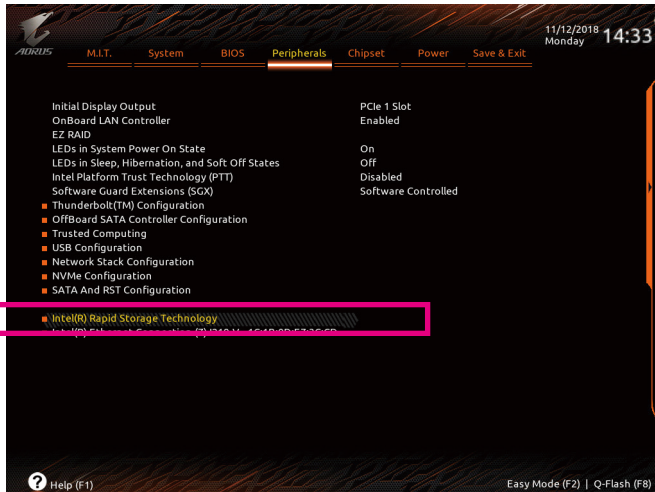

图7
重新开机后，请进入BIOS程序设置画面，再进入「Peripherals\Intel(R) Rapid Storage Technology」子选单(图7)。